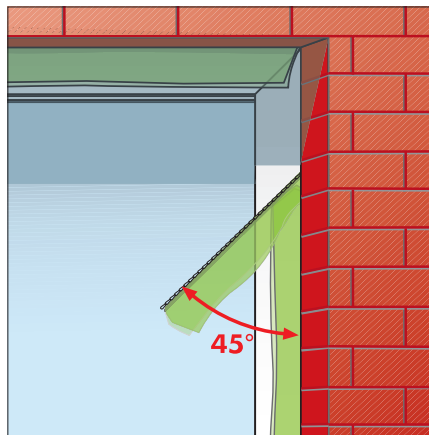

Bild 3: Im 45°-Winkel zur Einbauebene die Folie abziehen. Faden und Abdeckfolie sind beim weiteren Aktivieren mitzuführen.
- Die Perforation der überstehenden Folie in einem 45°-Winkel zur Einbauebene durch kurzes ruckartiges Ziehen lösen, dann den Faden bzw. die Abdeckfolie bei der weiteren Aktivierung mitführen (Bild 3).